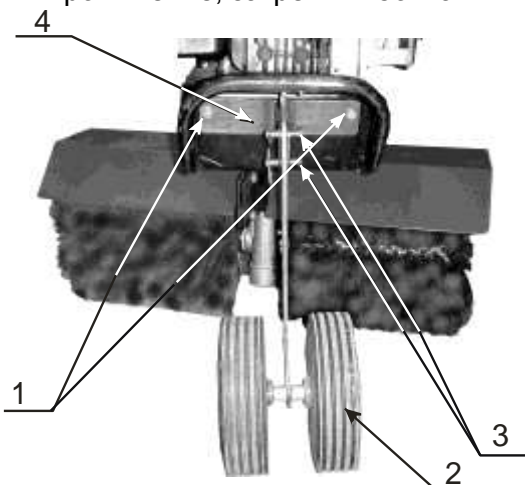

Рис. 4
- отвернуть два винта 1 (рис. 4) на фронтальной плоскости закрытия ремня, и закрепить этими винтами кронштейн сошника 4.
- установить сошник с колесами 2 (рис. 4) (колеса должны быть в нижнем положении) на кронштейн, закрепить болтами и гайками 3.